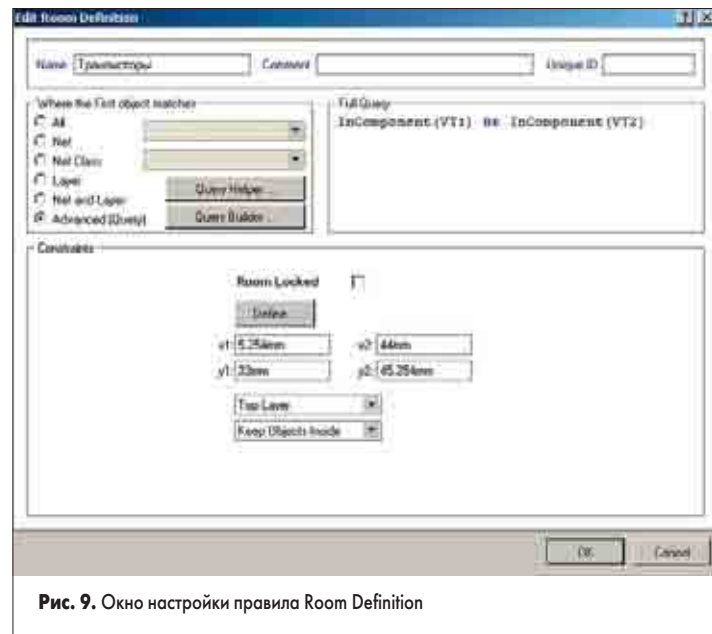

Рис. 9. Окно настройки правила Room Definition
- Клавишей Tab вызовем окно редактирования правила Room Definition (рис. 9).